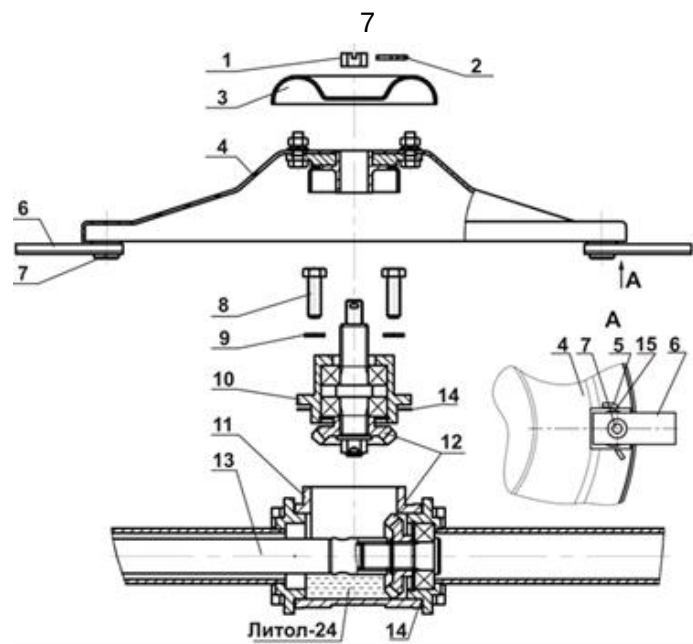

Рис. 3 Ротор и его привод.
- Для заполнения редуктора привода первого и второго режущих дисков необходимо расконтрить и отвернуть гайку 1 (Рис. 3), снять защиту 3 и ротор 4, отвернуть четыре болта 8, снять пружинные шайбы и крышку редуктора ротора 10.
При ухудшении качества скашивания, которое зависит от изношенности режущей кромки ножей, ножи нужно заточить или заменить на новые. При заточке ножей напильником или наждачным камнем, важно сохранять угол режущей кромки. Чтобы снять ножи, следует отогнуть шплинт 5 (Рис.3), вытянуть ось 7 и снять нож 6.
При сборке не забудьте установить на место шайбу 15 (Рис.3), особое внимание обратите на установку ножей. Режущие кромки ножей правого и левого роторов во время работы должны вращаться навстречу друг другу. Для крепления ножа на роторе следует использовать новый шплинт. Для обеспечения легкого вращения ножей на осях смажьте оси моторным маслом.